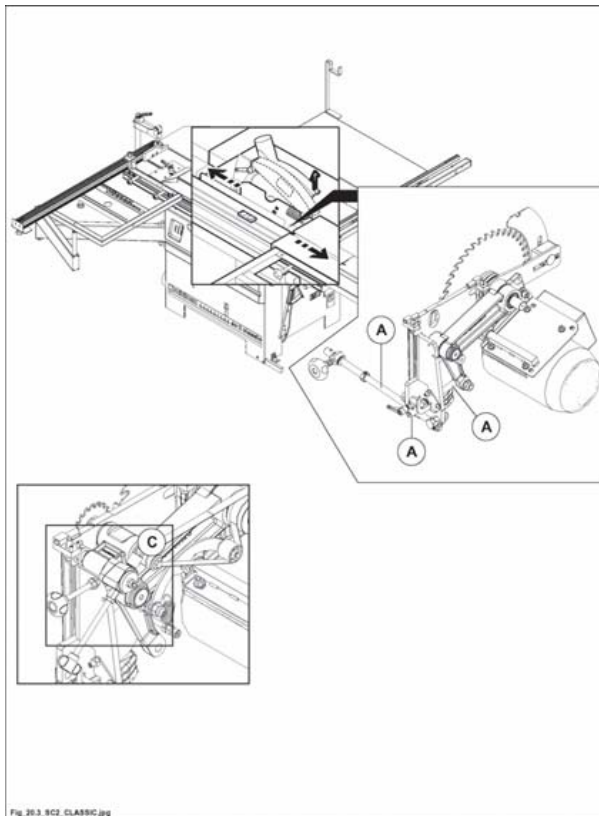

Fig. 20.3
- i meccanismi (A fig. 20.3) del gruppo sega.